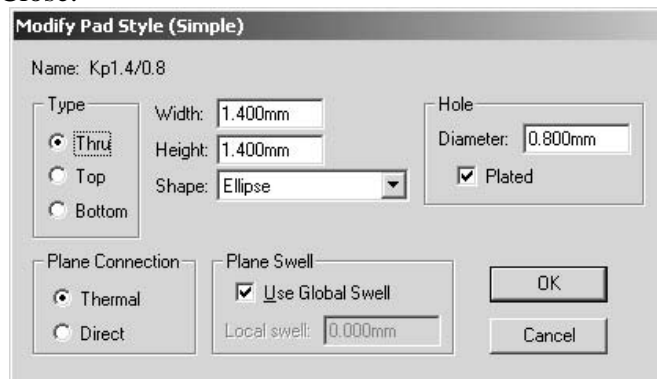

Рис.3.7.2
- В диалоговом окне **Options Pad Style** в списке **Current Style** выбрать появившийся стиль Kp1.4/0.8 и нажать кнопку **Modify (Simple)**. В открывшемся диалоговом окне **Modify Pad Style (Simple)** в списке **Type** (тип) выбрать штыревой тип вывода (Thru) и установить для него круглую форму контактной площадки. Для этого в поле **Pad Definition** (описание контактной площадки) в открывающемся списке **Shape** выбрать значение **Ellipse**. Установить размеры эллипса Height (высота) и Width (ширина) равными 1.4 мм, диаметр задать в поле Hole равным 0.8 мм (рис.3.7.2). Нажать кнопку ОК. Затем кнопку Close.